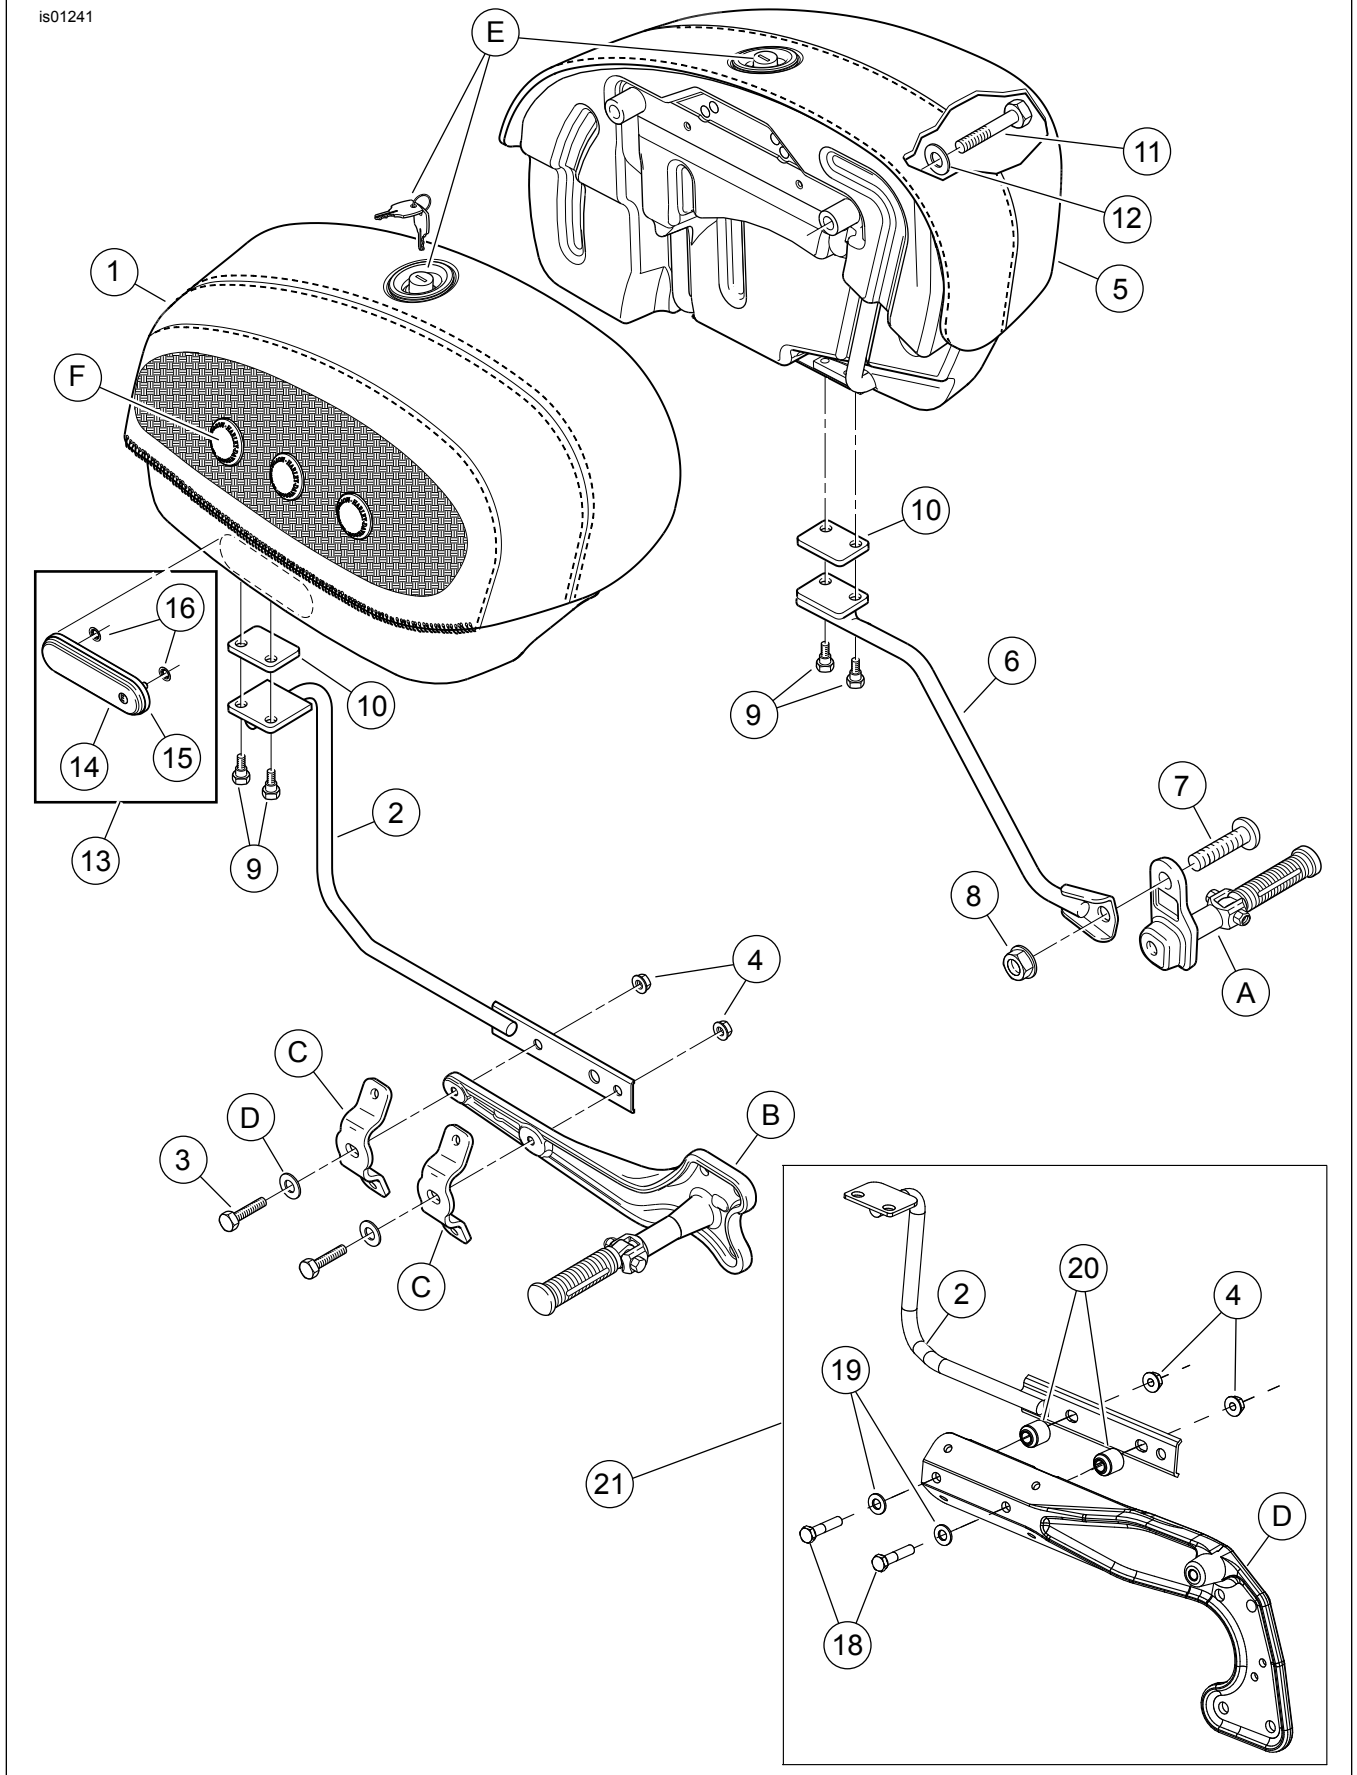

Figura 6. Peças de reposição, kit de alforje FLSTN (FLSTN ano 2007 e posteriores mostrado na caixa)
1. Veja a Figura 6. Pegue os seguintes itens do kit:
- a. Suporte inferior do alforje do lado direito (2),
- b. dois parafusos de cabeça hexagonal com 38 mm (1-1/2 pol.) de comprimento c/trava (18),
- c. duas arruelas lisas (19),
- d. duas contraporcas hexagonais flangeadas com diâmetro pequeno (4), e
- e. dois espaçadores (20).
2. Veja a Figura 6. Pegue os seguintes itens do kit:
- b. dois parafusos de cabeça hexagonal com 57 mm (2-1/4 pol.) de comprimento (11), e
- c. duas arruelas lisas (12).
3. Coloque uma das arruelas (12) sobre as roscas de um dos novos parafusos (11) do kit. Insira o parafuso através de um dos furos de montagem do alforje.
6. Pegue dois parafusos com ressalto (9) e um coxim isolador (10) do kit.
9. Aperte os parafusos hexagonais (11) que fixam o alforje no pára-lama traseiro com torque de 28,5 a 36,6 N·m (21 a 27 lb·pé).
- b. duas arruelas lisas (12).
4. Coloque uma das arruelas (12) sobre as roscas de um dos parafusos de fixação do pára-lama. Insira o parafuso através de um dos furos de montagem do alforje e coloque as ferragens apropriadas do ponto de suporte (dianteira ou traseira) removidas anteriormente sobre as roscas do parafuso.
7. Veja a Figura 6. Pegue dois parafusos com ressalto (9) e um coxim isolador (10) do kit.
10. Aperte os parafusos hexagonais (11) que fixam o alforje no pára-lama traseiro com torque de 28,5 a 36,6 N·m (21 a 27 lb·pé).
1. Veja a Figura 6. Certifique-se de que os ressaltos do parafuso (9) não pressionem o coxim isolador (10) na parte inferior do alforje e, em seguida, aperte os parafusos com torque de 24 a 27 N·m (18 a 20 lb·pé). Repita o procedimento para o outro lado da moto.
2. Aperte as duas contraporcas hexagonais flangeadas 5/16-18 (4) que fixam o suporte inferior direito do alforje (2) com torque de 20,3 a 25,8 N·m (15 a 19 lb·pé).
3. Aperte a contraporca hexagonal flangeada 3/8-16 (8) que fixa o suporte inferior esquerdo do alforje (6) com torque de 20 a 26 N·m (15 a 19 lb·pé).